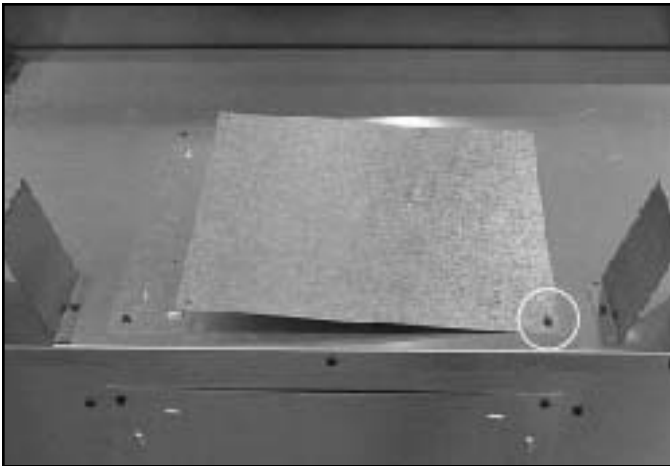

Figura 7.1 Placa de cobertura en la parte superior del aparato
- Retire el tornillo que sostiene la placa de cobertura del escudo térmico al aparato y consérvelo. Vea la figura 7.1.